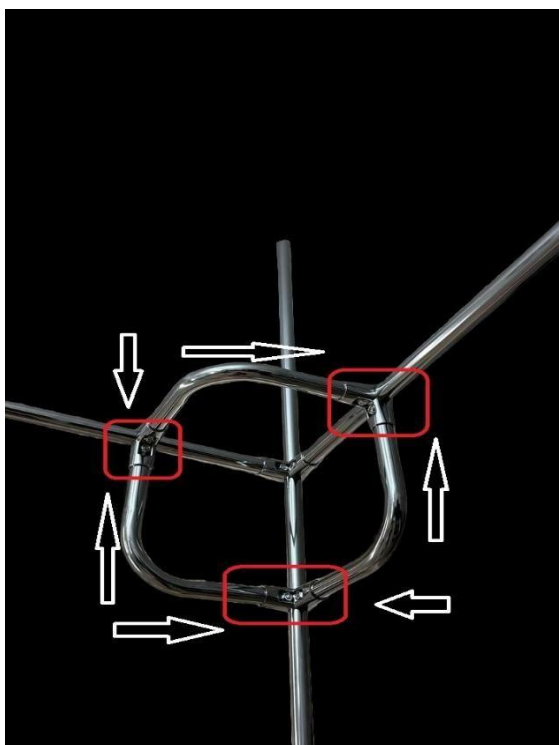

Рис.5
8. Фиксируем жесткость конструкции всех углов верхней части куба (Рис.5). Для этого используется: